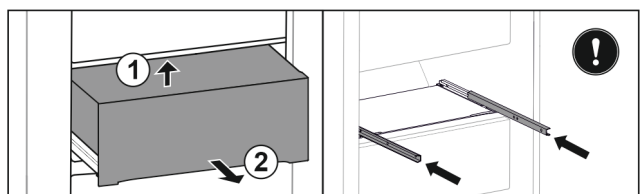

Fig. 124
- ▶ Підняти висувний ящик знизу назад. Fig. 124 (1)
- ▶ Вийняти висувний ящик рухом вперед. Fig. 124 (2)